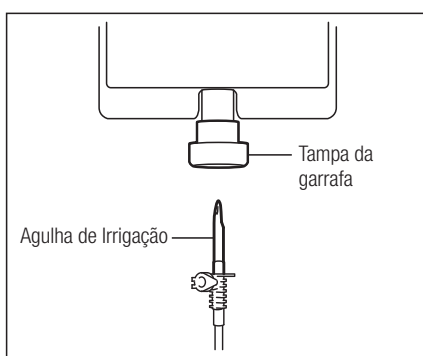

Fig. 10
- 3) Introduza a agulha de irrigação na tampa da garrafa (Fig. 10).